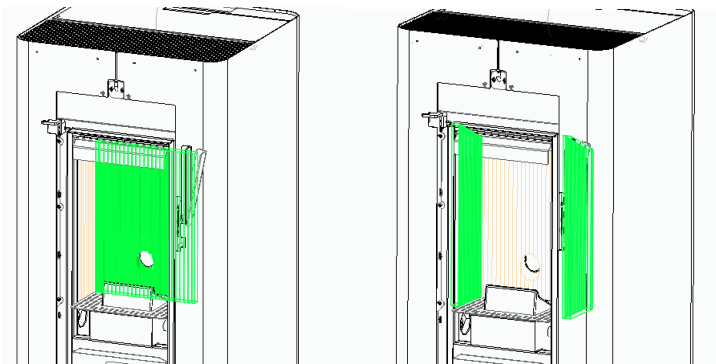

Figura 37 - Remoção da vermiculite
- Remova as placas de vermiculite retirando-as dos suportes (Figura 37). Para removê-las, siga uma sequência, primeiro remova a vermiculite traseira (1), depois as laterais (2).